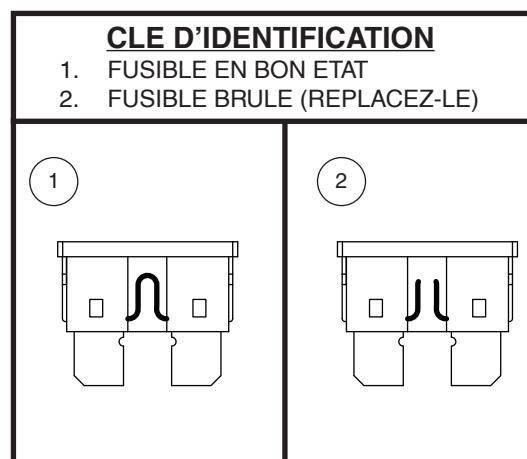

Figure 22. Le remplacement des fusibles
2. Examinez-le pour vérifier s'il est brûlé. **Voir la figure 22.**